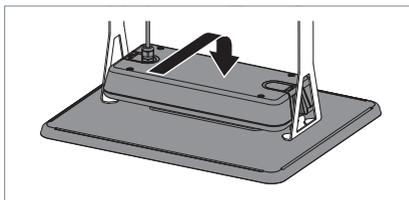

Fig. 4: Colgamiento de la luminaria en el soporte para el techo.
- ▶ Cuelgue la luminaria en el soporte para el techo, véase Fig. 4.